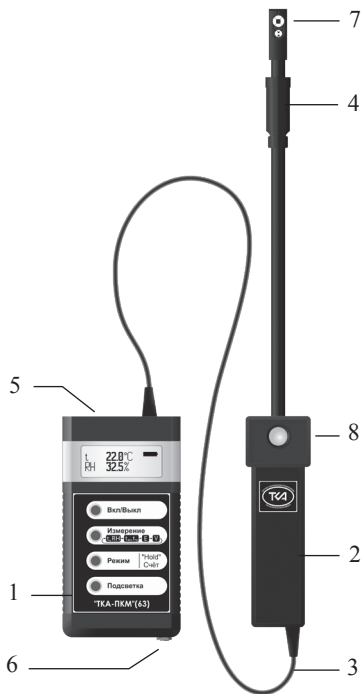

Рис.1 Внешний вид прибора “ТКА-ПКМ”(63)
5.1 Приборы комбинированные выпускаются в компактном портативном исполнении. Конструктивно прибор состоит из двух функциональных блоков: измерительной головки (ИГ) и блока обработки информации (БОИ), связанных между собой гибким многожильным кабелем (Рис. 1).
Для связи с ПК в приборе установлен разъём USB (опционально RS232) (5, на Рис.1).
6.2.1.1 Включите прибор. Перед началом работы убедитесь в работоспособности элемента питания (аккумулятора). Если после включения прибора на дисплее появится надпись “РАЗРЯД БАТАРЕИ!”, нужно зарядить аккумулятор, для чего следует подключить к прибору через разъём на корпусе (6, Рис. 1) зарядное устройство и вставить его в сеть. Прибор необходимо выключить. Время заряда ~ 16 часов. Превышение времени заряда (до нескольких суток) не приводит к ухудшению работоспособности аккумулятора.